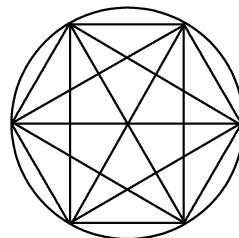

图 3-27 绘制顶点之间的连线
4) 使用同样的方法，绘制其他顶点之间的连线，如图 3-27 所示。